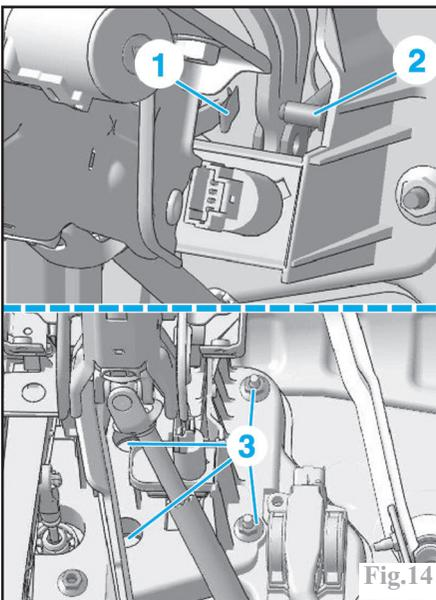

Fig.14
**Dans l'habitacle,** déposer (Fig.14) :
- l'agrafe (1) sur la chape de pédale de frein sur la tige de commande du servofrein (2).
- les écrous de fixation (3) du servofrein sur le tablier.